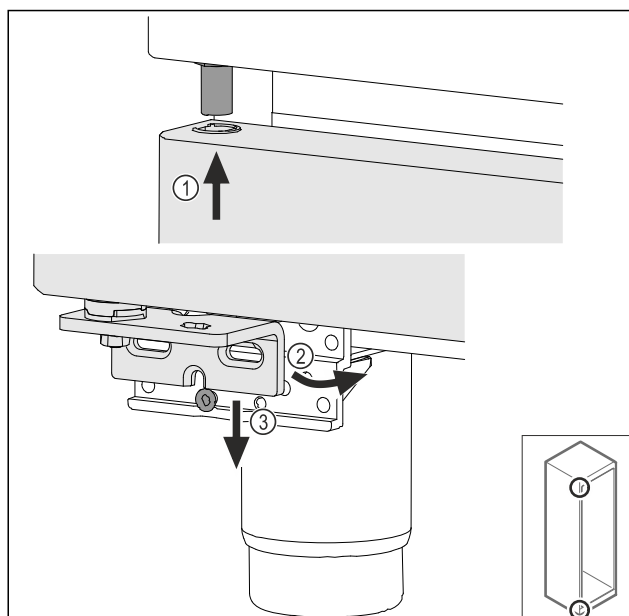

Fig. 69
- Inserire la porta leggermente inclinata in alto Fig. 69 (1),addrizzare la porta Fig. 69 (2) e posizionarla in basso sulla vite del blocco di supporto Fig. 69 (3).